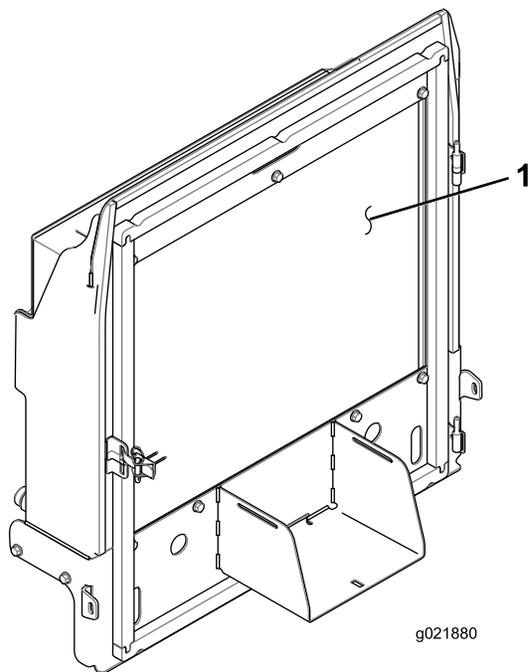

Figura 142
8. Pulite accuratamente entrambi i lati del radiatore dell'olio e del radiatore utilizzando aria compressa (Figura 142).